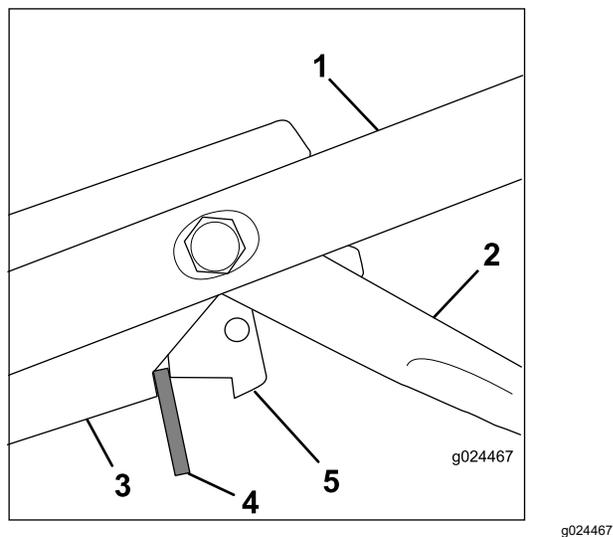

Figure 31
3. Insérez une entretoise de 8 mm (5/16 po) entre le levier de commande du frein de lame et le support de commande sur le guidon (Figure 31).